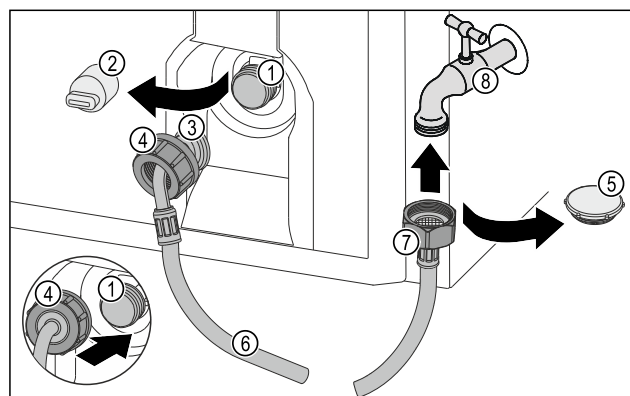

Fig. 74
- ▶ Sluitdop Fig. 74 (5) verwijderen.
- ▶ Rechte slangeinde Fig. 74 (7) op de waterkraan Fig. 74 (8) plaatsen.
- ▶ Moer op het rechte slangeinde Fig. 74 (7) rechtsom vastdraaien.